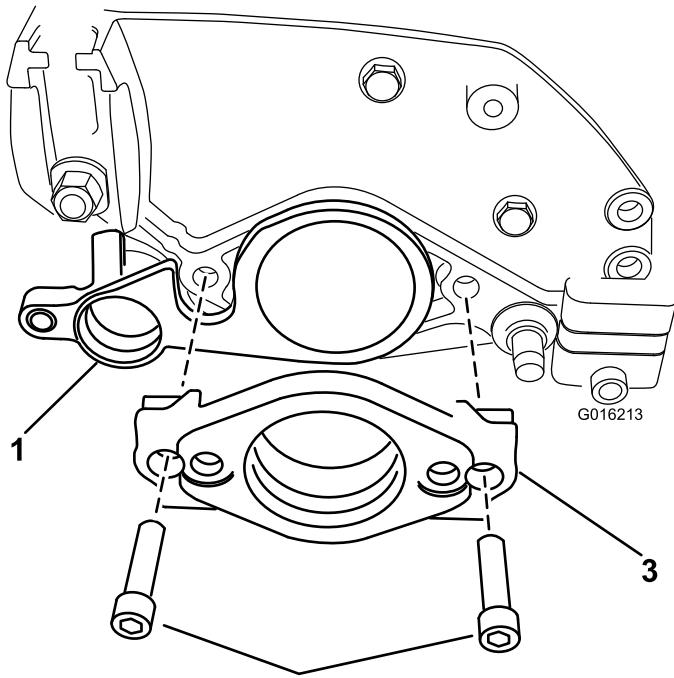

Figura 7
- 17. Introduzca el otro extremo del eje del acondicionador en el soporte del cojinete de la placa lateral izquierda (Figura 7).
18. Inserte el soporte del motor en la placa lateral. Sujete el soporte del motor y la placa lateral al extremo izquierdo de la unidad de corte con los 2 pernos de cabeza allen y las tuercas que retiró anteriormente (Figura 7).